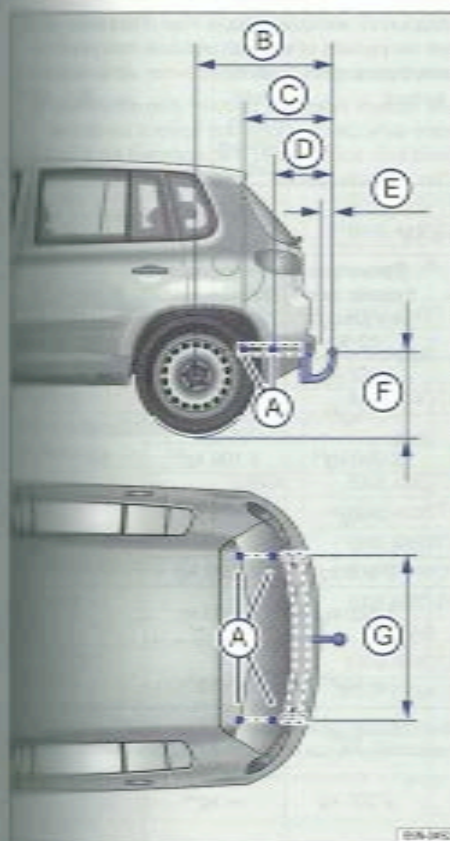

Fig. 106 Cotes et points de fixation pour l'installation d'un dispositif d'attelage en deuxième monte.
En cas de montage ultérieur d'un dispositif d'attelage, respectez impérativement les cotes d'écartement. La cote allant du milieu de la boule jusqu'à la chaussée $\Rightarrow$ fig. 106 (F) ne doit en aucun cas être inférieure à celle indiquée. Ceci est également valable lorsque le véhicule est complètement chargé, poids sur flèche maximal compris.
Cotes d'écartement $\Rightarrow$ fig. 106 :